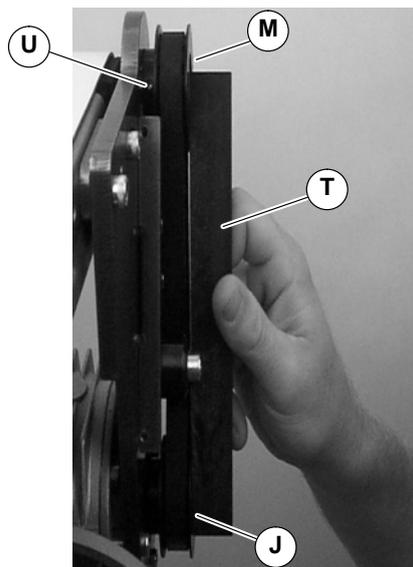

Abbildung 9
6. Zahnriemen (P) um Abtriebszahnscheibe (M) und Antriehszahnscheibe (J) legen. Abtriehszahnscheibe (M) auf Achszapfen des Förderbandes installieren.
7. Mit einem Ausrichtlineal (T siehe Abbildung 9) die Abtriehszahnscheibe (M) mit der Antriehszahnscheibe (J) ausrichten. Die Madenschrauben der Abtriehszahnscheibe fest anziehen (U).